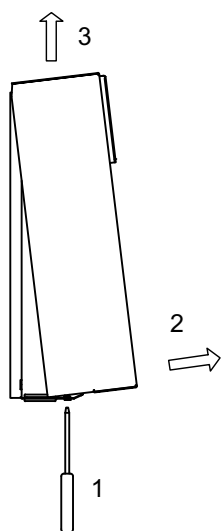

Abb. 3.2: Apertura del coperchio
- Aprire il coperchio del regolatore (Fig. 3.2 a pag. 4).